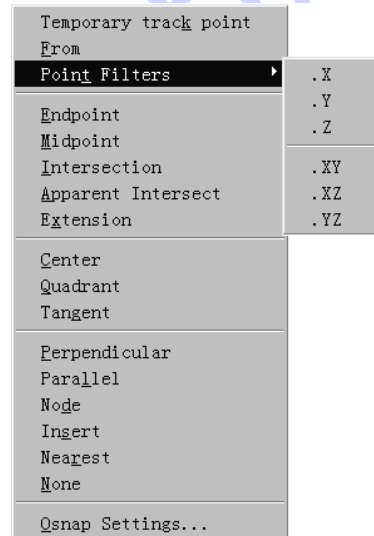

图 12-22 点过滤器的快捷菜单
(1) 快捷菜单。按 Shift 键同时单击右键弹出快捷菜单,其中的 Point Filters (点过滤器)项的子菜单,如图 12-22 所示。
(2) 命令行。具体使用方式如表 12-2 所示。